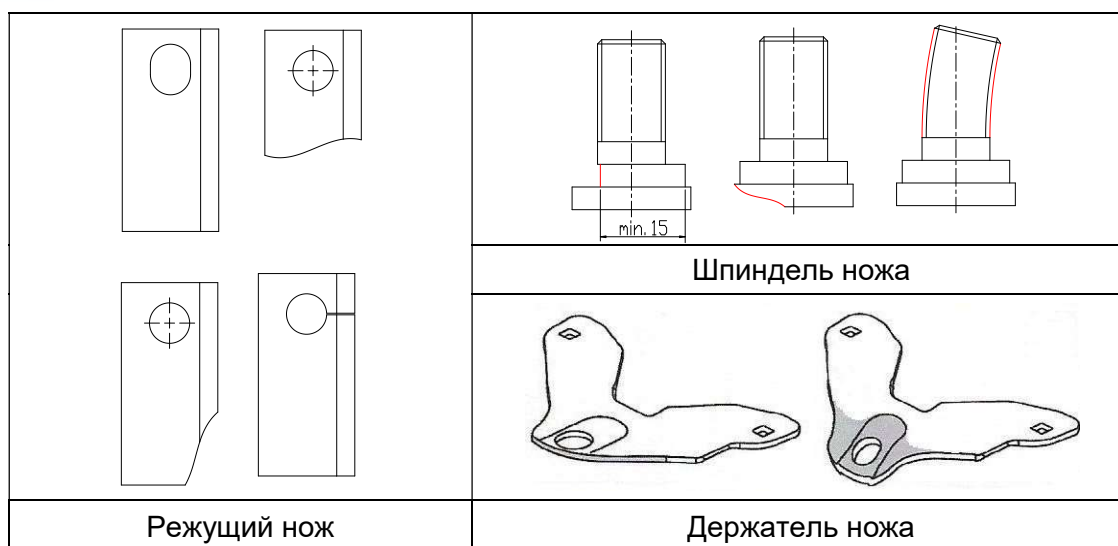
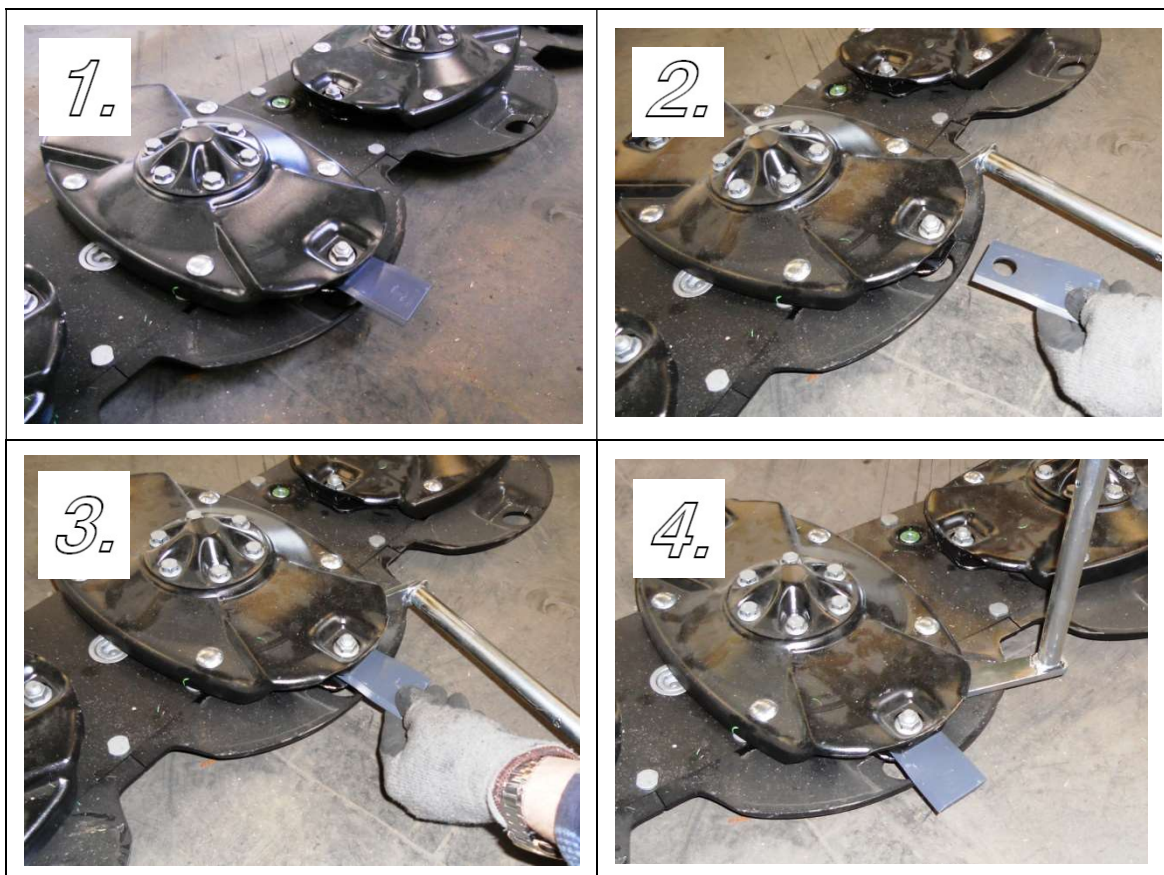

Рис. 18 Примеры повреждений
Рис.19 Проверка, замена и оборот ножа
Замена или оборот ножа осуществляется с помощью специального ключа, согласно рис. 19. Вставить ключ (фото 19(1)) между верхней пластиной диска и держателем ножа, раздвигать держатель до тех пор, пока не появится зазор, позволяющий вынуть нож 19(2). После проверки ножа 19(3), шпинделя и держателя (как показано на рис.18), приступить к установке ножа 19(4), обращившая его или заменяя на новый.
3. Проверить состояние сопрягаемых элементов: держатель, шпиндель, нож. При обнаружении повреждений заменить на новые Рис.18